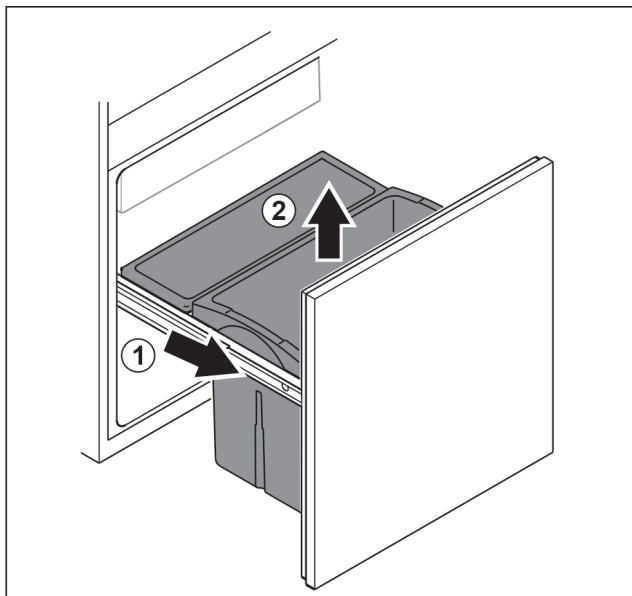

Fig. 190
- Tërhiqni jashtë koshin me tërheqje deri në fund. Fig. 190 (1)
- Hiqeni sirtarin nga lart. Fig. 190 (2)